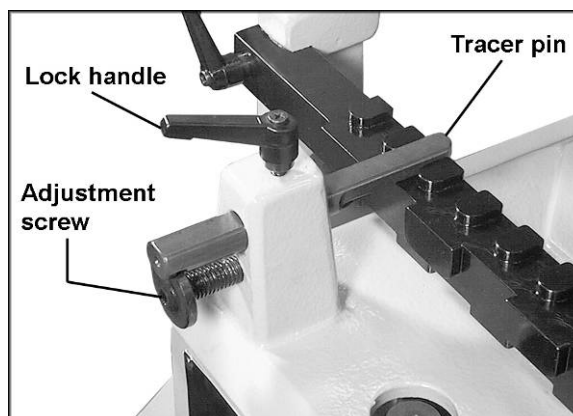

Рис. 22
Чтобы отрегулировать толщину шипа, измените высоту (глубину захода) копирующего пальца (Рис. 22).
2. Ослабьте стопорную ручку на верхушке копирующего пальца (Рис. 22), повернув против часовой стрелки.
3. Поверните регулировочный винт при помощи 5,5 мм ключа (Рис. 22). Чтобы уменьшить толщину шипа, поверните регулировочный винт против часовой стрелки. Чтобы увеличить толщину шипа, поверните винт по часовой стрелке.